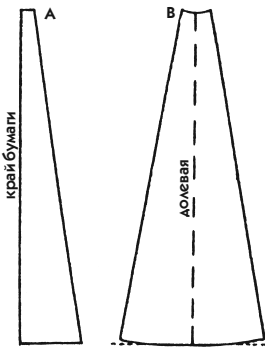
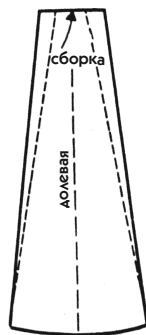

Рис. 294
Рис. 303
2. Сложите пополам лист бумаги такой же длины, как юбка, плюс несколько сантиметров и надпишите наверху мерку ширины, определенную для каждого клина на уровне талии (рис. 294). Для примера примите длину юбки 70 см.
3. Надпишите мерку ширины, определенную для каждого клина на уровне нижнего края юбки (рис. 294).
4. Скопируйте на просвет чертеж противоположной стороны. Разверните бумагу и обозначьте вдоль сгиба направление долевой нити (рис. 294).
5. На каждой наклонной линии, отходящей от линии талии, отложите точно такое же расстояние, что и длина клина по срединной линии. Закруглите нижние углы клина (на рис. 294 сплошная линия).
- Выполняя лекало клина (см. пояснение к рис. 294), добавьте эту мерку к той, которую вы определили как обхват талии.
1. Определите необходимое число клиньев и постройте чертеж простого клина, опираясь на задание к рис. 294 (на рис. 303 простой клин показан мелким пунктиром).
- Расширьте клин на линии талии в соответствии с выбранным припуском на сборки и начертите новые наклонные боковые линии, доходящие до низа юбки (см. на рис. 294 сплошные линии).